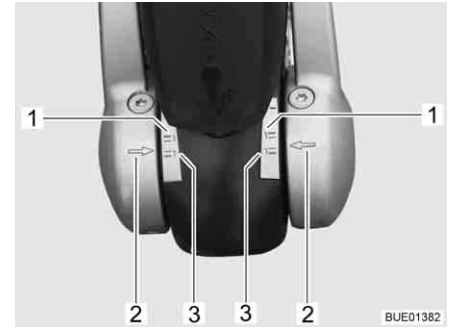

Bild 204 Anzeige Reibbeläge links und rechts
- Wenn die Pfeile an der Druckscheibe (Bild 204,2) unterhalb oder auf der grünen Markierungsfläche (Bild 204,3) stehen, sind die Reibbeläge neuwertig.
- Wenn die Pfeile an der Druckscheibe innerhalb der Markierungsflächen (Bild 204,1 und 3) stehen, sind die Reibbeläge leicht abgenutzt.
- Wenn die Pfeile an der Druckscheibe auf oder oberhalb der roten Markierungsfläche (Bild 204,1) stehen, sind die Reibbeläge abgenutzt. Reibbeläge wechseln lassen.